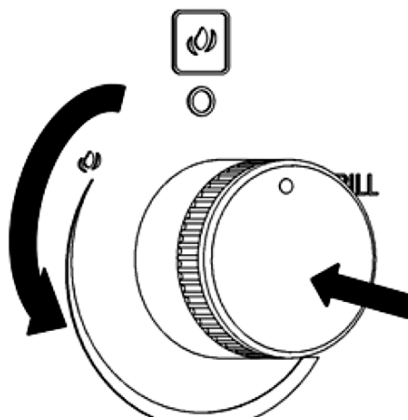
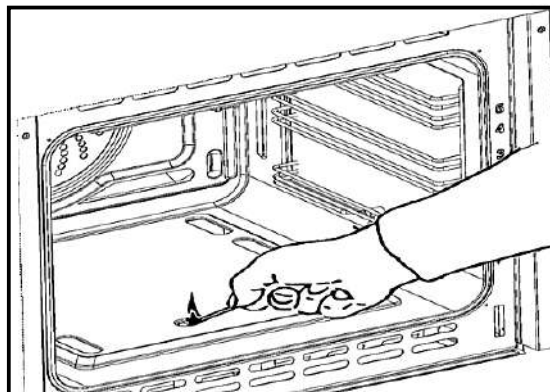

Рис. 4
Рис. 5
2. Натисніть ручку термостата, щоб розпочати електричне розпалювання і, утримуючи ручку натиснутою, повертайте її проти годинникової стрілки (Рис. 4), поки вона не досягне максимального положення.
Щоб виконати розпалювання вручну (у разі відсутності електроживлення), наблизьте полум'я до показаної на Рис. 5 точки на дні порожнини, а потім натисніть і поверніть ручку термостата (Рис. 4).